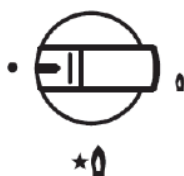

Abb. 8
- Om de kookplaat in te schakelen, drukt u op de bijbehorende bedieningsknop en draait u deze tegen de klok in naar het grote vlamsymbool (fig. 8).